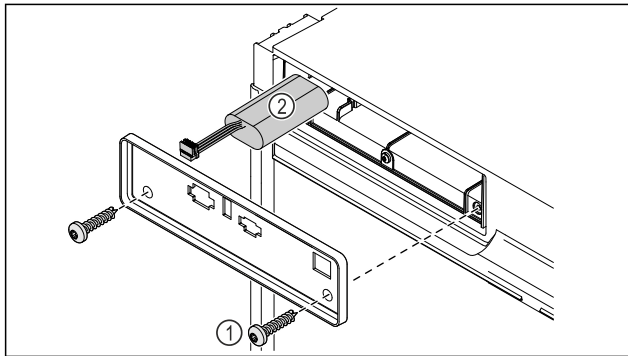

Fig. 189
- Odvijte vijake in odstranite pokrov na zadnji strani naprave Fig. 189 (1).
- Snemite in odstranite baterijo Fig. 189 (2).